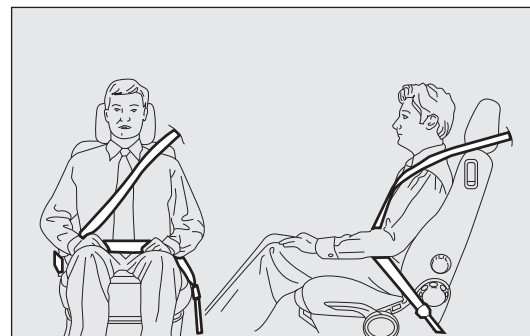

fig. 135
*Il nastro della cintura non deve essere attorcigliato. La parte superiore deve passare sulla spalla e attraversare diagonalmente il torace. La parte inferiore deve aderire al bacino fig. 135 e non all'addome del passeggero. Non utilizzare dispositivi (mollette, fermi, ecc.) che tengano le cinture non aderenti al corpo degli occupanti.*